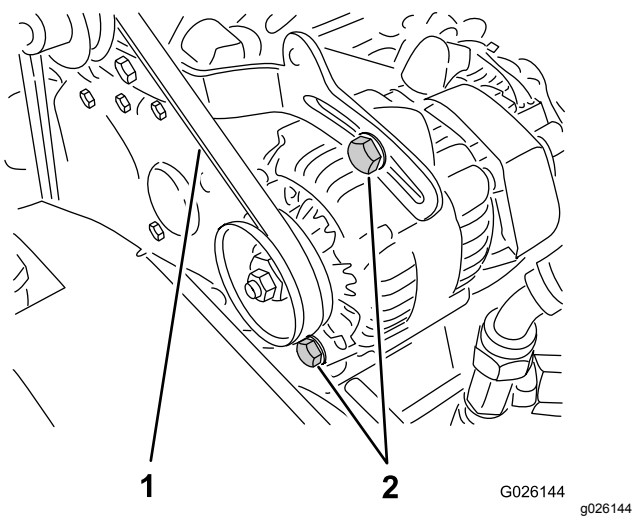

Figura 62
2. Verifique a tensão pressionando a correia a meio curso entre o cárter e as polias do alternador com uma força de 10 kg (Figura 62).
- A. Desaperte os 2 parafusos de fixação do alternador (Figura 62).
- B. Utilizando uma barra de apoio, rode o alternador até atingir uma tensão adequada da correia; depois, aperte os parafusos de montagem (Figura 62).